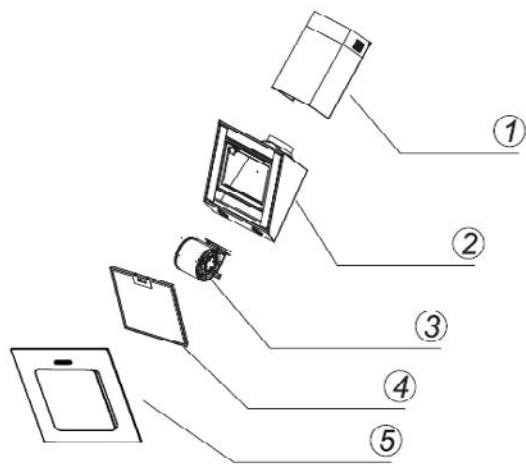

рис.1
**Внешняя часть вытяжки состоит из следующих частей (см. рис. 1):**